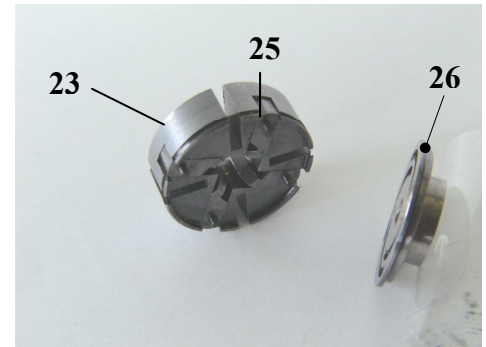

Abbildung 14
- Die Führungsplatte (23) die Zentrierbacken (25) und die Spirale (26) können nun zusammen ausgebaut werden Abbildung 14.